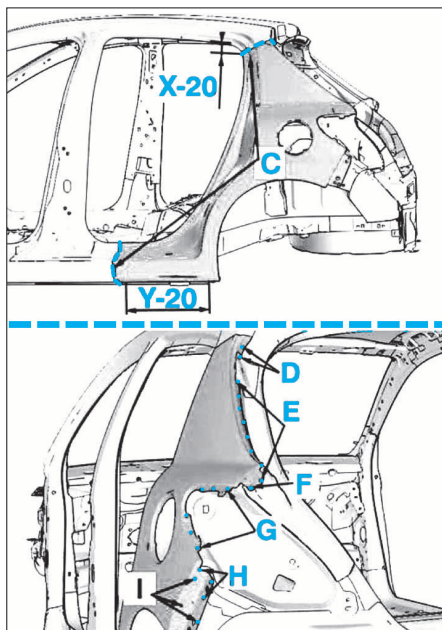

FIG. 45
• Dépointer et couper aux endroits indiqués en A à M (Fig.45 et 46).